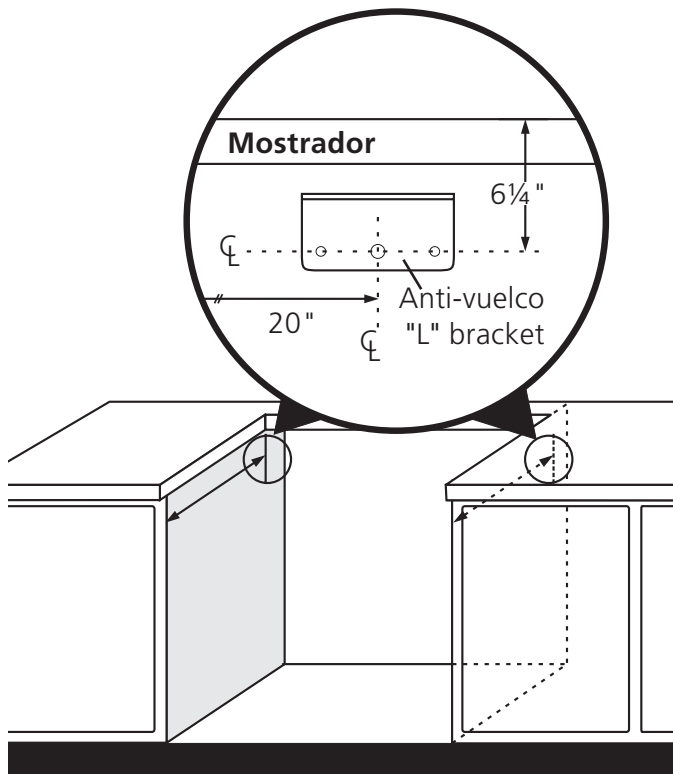

Figura 7
- A. Instale el anti-vuelco con braquet "L" como lo muestra la figura 7, una en cada lado.